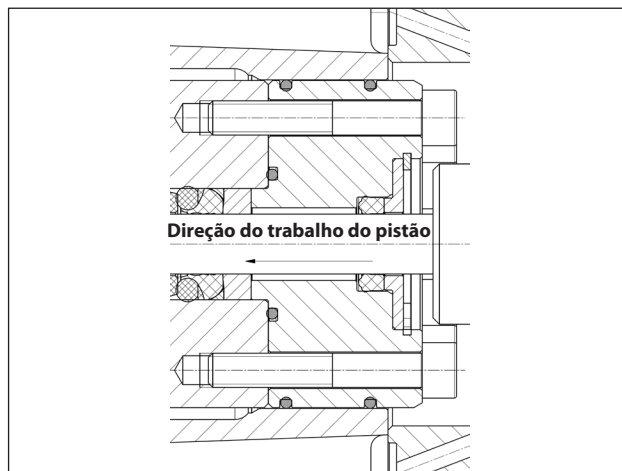
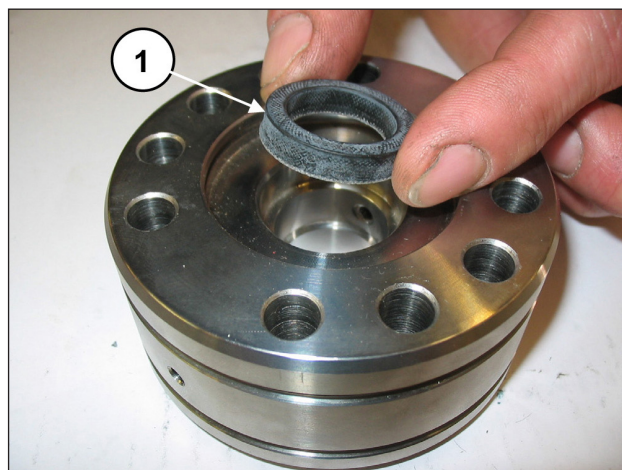

Fig. 125
Fig. 126
A vedação L.P. deve ser introduzida na camisa com a borda de vedação na direção do trabalho do pistão (pos. ①, Fig. 125 e Fig. 126), lubrificando ligeiramente o diâmetro externo com lubrificante de silicone tipo OKS 1110. Substitua a vedação L.P. quando se apresentar desgastada.